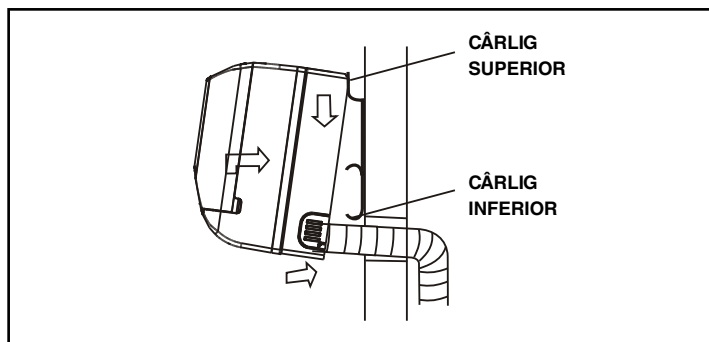

fig.6
2. Suspendați partea superioară a unității de placa metalică, așa cum se indică în fig. 6, mișcând-o apoi dinspre dreapta spre stânga pentru a verifica soliditatea fixării.